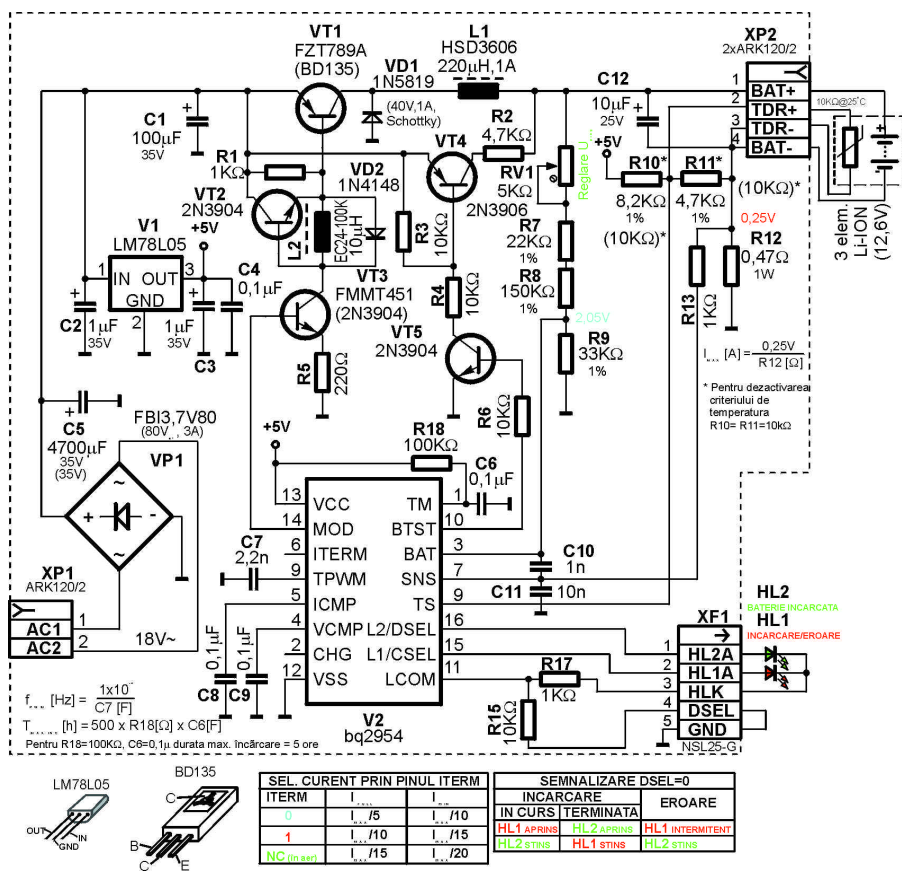

Fig. 7 Schemă electrică de principiu pentru un încărcător pentru 3 elemente (12,6V) cu bq 2954
O schemă de încărcare pentru un acumulator format din trei elemente (12,6V) și care utilizează bq2954 poate fi cea din fig. 7. Circuitul V2 necesită alimentare în +5V de aceea s-a introdus stabilizatorul V1. Etajul de putere, funcționând în comutație, este format din VT1, VT2, VT3 și componentele asociate. Deoarece frecvența de comutație poate fi de până la 200KHz, tranzistoarele trebuie să fie de comutație. Pentru curenți de până la 0,5A se poate utiliza și BD135 pentru VT1. Stabilizatorul în comutație este completat de VD1 și L1. Frecvența de comutație este dictată de valoarea condensatorului C7. La frecvența aleasă, factorul de umplere variază între 0 și 80%. VT5 și VT4, comandate din pinul de BTST permit circuitului să verifice dacă o baterie este prezentă la ieșire. Rezistorul de sesizare pentru curentul maxim de încărcare este R12.
Pinul ITERM (6) permite (prin neconectare, conectarea la +5V sau la masă) selectarea valorii curentului aplicat bateriei la sfârșitul încărcării, raportat la curentul maxim de încărcare. Valorile selectabile sunt indicate în tabelul din fig. 7.
cată (tensiunile nu se găsesc în intervalul 0,4Vcc-0,6Vcc) încărcarea este oprită. Reluarea încărcării se face după revenirea tensiunii în domeniul 0,44Vcc-0,6Vcc. Pentru determinarea exactă a valorii rezistoarelor R10, R11 trebuie cunoscută cu exactitate caracteristica termistorului (3). Dacă se dorește inhibarea controlului temperaturii (ceea ce nu este recomandat, dat fiind potențialul exploziv...) R10 și R11 sunt egale și de 10KΩ. Valorile din fig. 7 sunt date pentru un termistor uzual de 10KΩ la 25°C și pentru un domeniu de temperatură, pentru acumulator, de +5...+40°C.